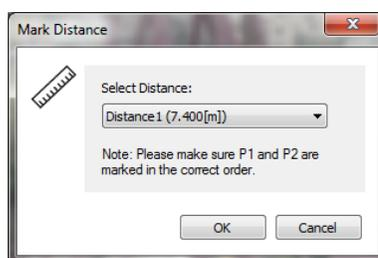

图 55: 选择一个可用距离
4. 如选择现有距离，请从下拉选项选择可用距离之一（图 55）。